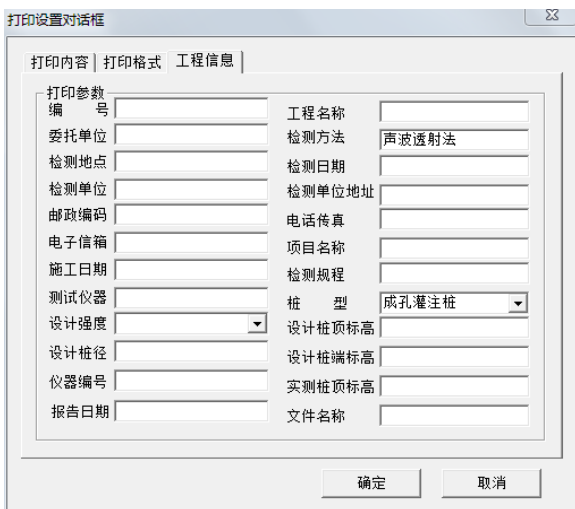

图 4.13 工程信息
3) 工程信息: 在工程信息对话框中, 用户填入需要打印的工程信息, 如图 4.13 所示。